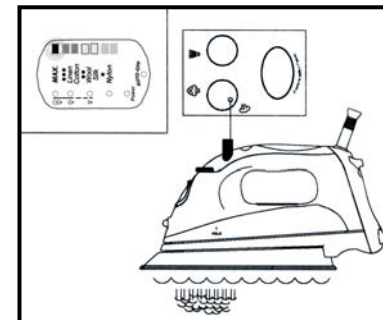

Fig. 3
3. Gire el botón para vapor a la graduación mínima. (Fig. 3)